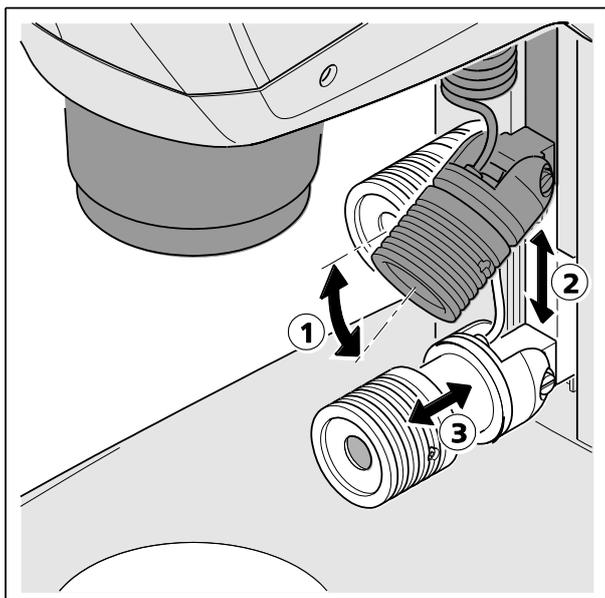

Fig. 21 Réglage du dispositif d'éclairage à spot
- Pousser le dispositif d'éclairage à spot dans le guide jusqu'à la hauteur requise (Fig. 21/2).
- Régler l'angle (Fig. 21/1) à l'aide de l'axe du dispositif d'éclairage à spot de manière à ce que l'objet soit illuminé de manière optimale.
- Régler la taille et la luminosité du spot en décalant l'unité de mise au point (Fig. 21/3) (zoom d'éclairage).